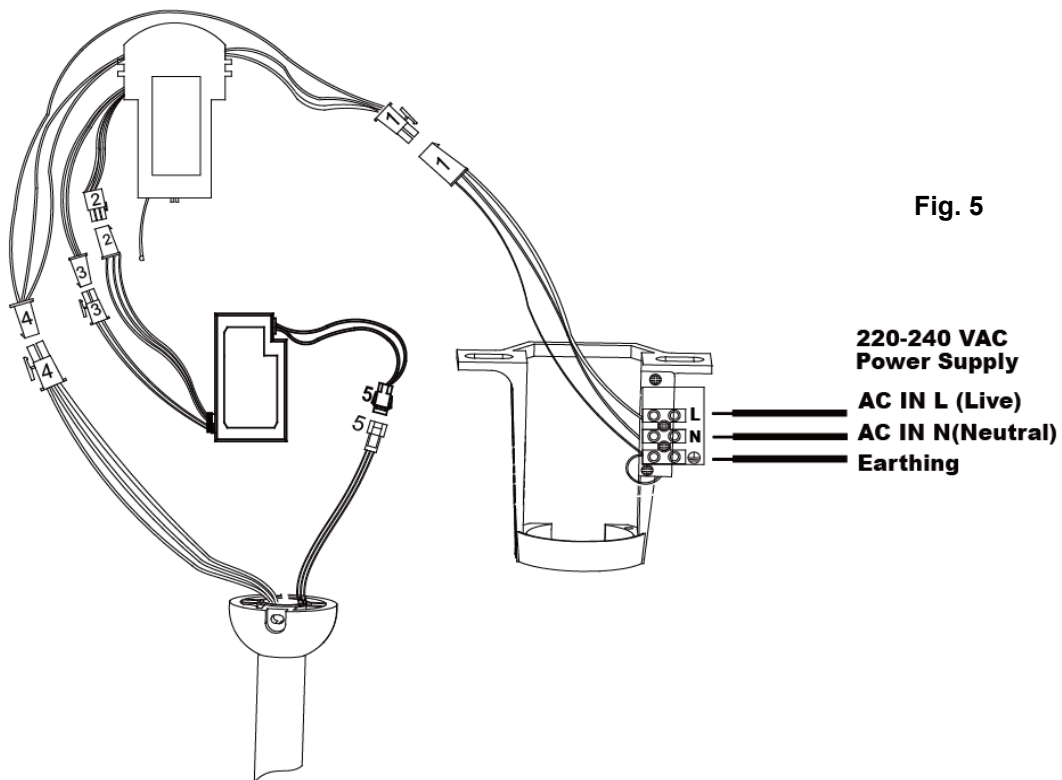

Fig. 5
- Consulte el diagrama de cableado proporcionado para la Conexión/Instalación Eléctrica. **Fig.5 ADVERTENCIA: Para evitar descargas eléctricas o riesgo de incendios, no trate de llevar a cabo la conexión del cableado eléctrico usted mismo. Todas las conexiones eléctricas deberán ser llevadas a cabo por un Electricista Autorizado.**
- Después de completar el cableado eléctrico en los terminales del soporte de montaje y de conectar los cables de entrada de alimentación del receptor remoto y del cableado fijo a través de los conectores rápidos de 4 puertos (1); conecte los cables de entrada de alimentación del controlador del LED y los cables de salida de alimentación al receptor remoto a través de los conectores rápidos de 2 puertos (3); conecte los cables de entrada de la señal PWM del controlador de LED y los cables de salida de la señal PWM al receptor remoto a través de los conectores rápidos de 3 puertos (2); conecte la salida al ventilador del receptor remoto y los cables de entrada del motor a través de los de conectores rápidos de 4 puertos (4); conecte también los cables de salida del controlador de las luces LED a través de los conectores rápidos de 3 puertos (5). **Fig.5**